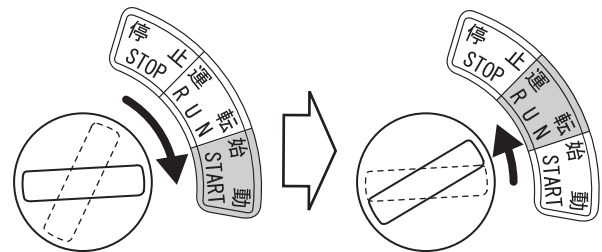

図 6
4. キースイッチを「停止」から「運転」の位置へ回します。更に「始動」まで回すとエンジンが始動します。エンジン始動後に手を放すと「運転」の位置に自動で戻ります。(図6)